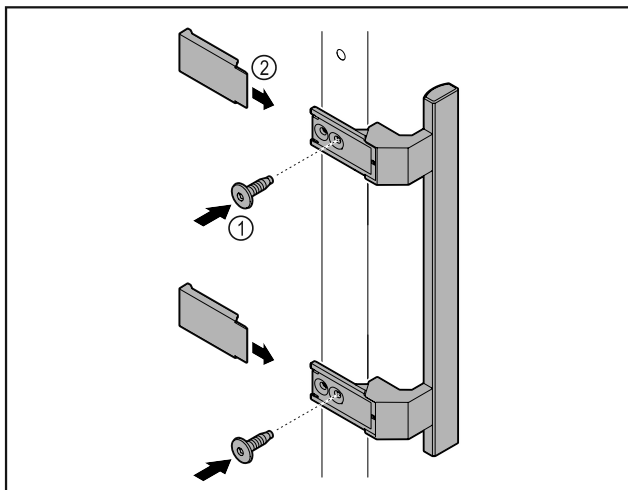

Fig. 5
- Plasser håndtaket som fulgte med, på døren med de vedlagte skruene Fig. 5 (1).
- Sett på dekselet Fig. 5 (2).